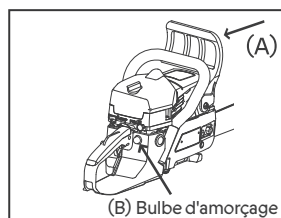

Figure 6
Déplacer le protège-main avant complètement vers l'arrière (A) pour déverrouiller le frein de chaîne. Appuyer 10 fois sur le bulbe (B) d'amorçage jusqu'à ce que le carburant commence à remplir le bulbe. Le bulbe d'amorçage n'a pas besoin d'être complètement rempli (figure 6).